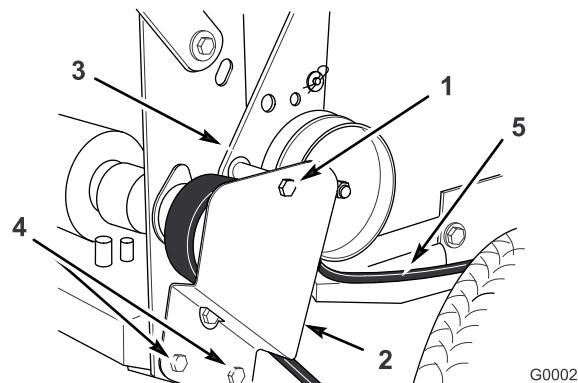

Figure 48
1. Enlevez le boulon de fixation supérieur du support et de la patte de la poulie de tension au bâti arrière (Figure 48).
2. Desserrez suffisamment les deux vis de fixation inférieures pour permettre à la courroie de passer entre la poulie d' entraînement et le support de la poulie de tension (Figure 48).
5. Montez la vis de fixation supérieure du support et de la patte de la poulie de tension au bâti arrière (Figure 48).
6. Serrez suffisamment les deux vis de fixation inférieures pour permettre à la courroie de passer entre la poulie d' entraînement et le support de la poulie de tension (Figure 48).